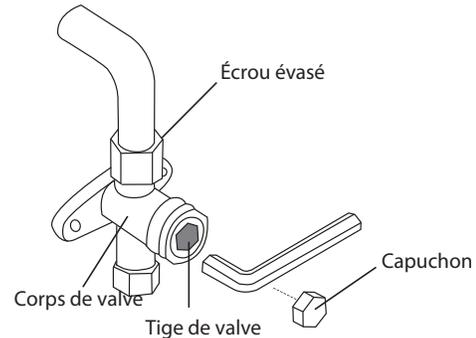

Figure 21 – Diagramme de valve de service
9. Insérez une clé hexagonale dans chacune des valves de service côté gaz des modules de capacité 18 ou dans la valve principale de service côté gaz des modules de capacités 24 à 48 et ouvrez la valve en tournant la clé d'un quart de tour dans le sens antihoraire. Vous entendrez le gaz sortir du système (voir Figure 21).
12. À l'aide d'une clé hexagonale, ouvrez complètement toutes les valves de service de gaz et de liquide pour les modules de capacité 18 et toutes les valves principales de service de gaz et de liquide des modules de capacités 24 à 48 (voir Figure 21).